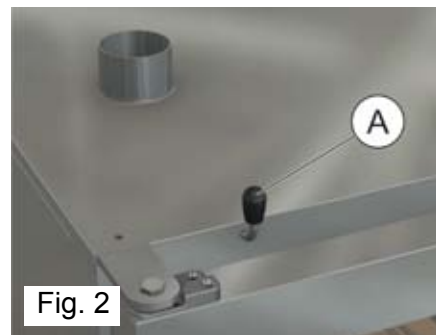

Fig. 2
4.5C Soupape de l'enceinte de cuisson (Fig. 2)